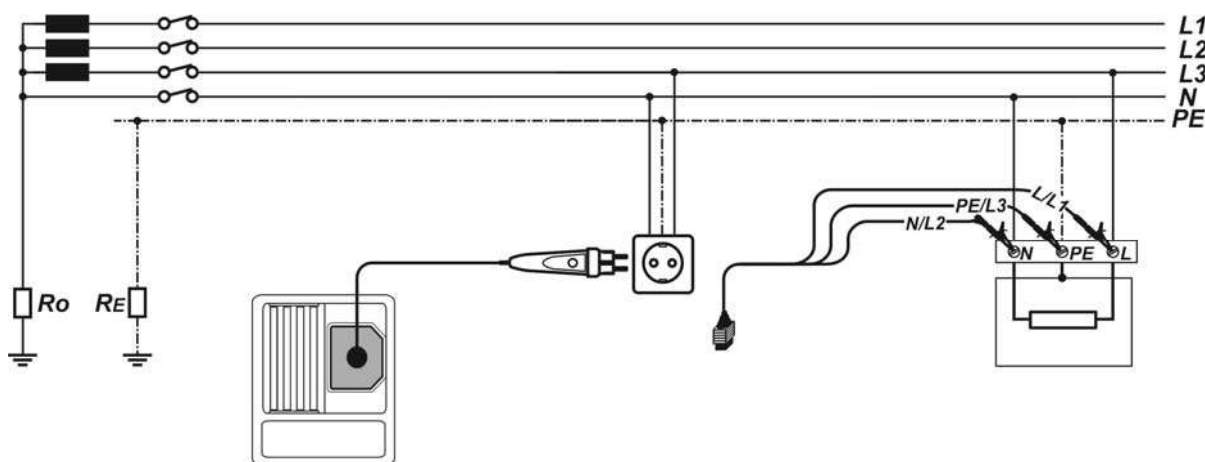

Рисунок 5.30: Подключение щетельного щупа «plug commander» и 3-х проводного тестового кабеля
- **Подключите** измерительные щупы к тестируемому устройству (см. *Рисунок 5.30: Подключение штепсельного щупа «plug commander» и 3-х проводного тестового кабеля*).